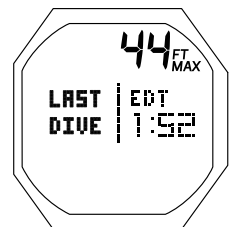

Fig. 115 - ÉCRAN SECONDAIRE SURFACE (données de la dernière plongée)
**ÉCRAN SECONDAIRE SURFACE (dernière plongée)** : paramètres affichés (Fig. 115)